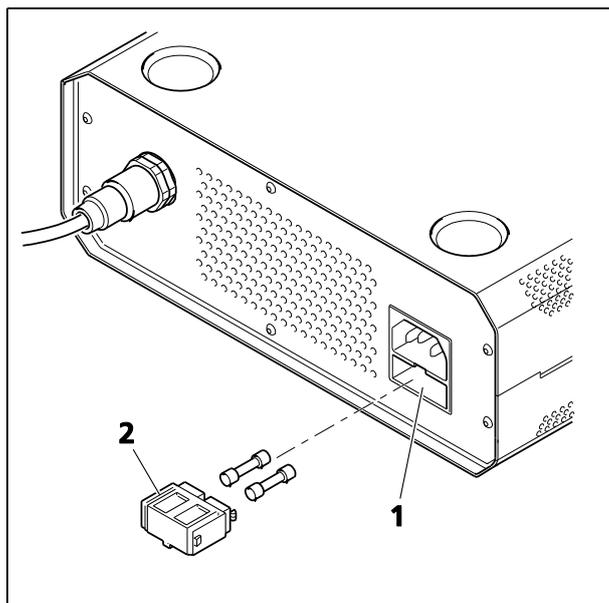

Fig. 165 Remplacement des fusibles sur l'unité d'alimentation externe pour Axio Observer 7, 7 materials
- Extraire le porte-fusible (Fig. 165/2) vers l'avant.
- Réintroduire le porte-fusibles dans le compartiment à fusibles (Fig. 165/1) jusqu'à ce qu'il s'enclenche.